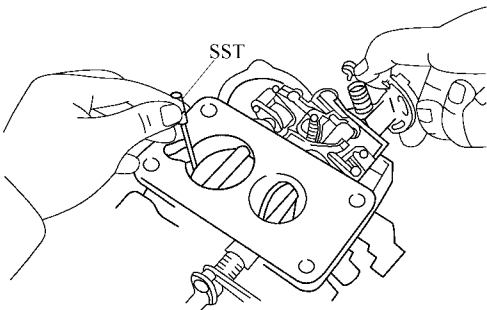

图 2-16 测量副腔节气门和壳体之间的间隙
1) 在主腔节气门全开状态下，使用线归套件测量副腔节气门和壳体之间的间隙，如图 2-16 所示。